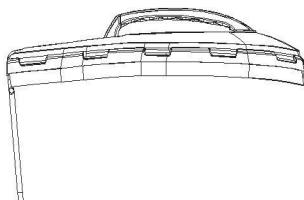
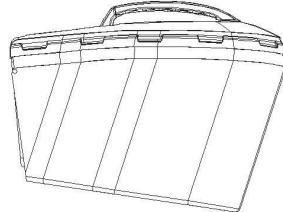

Abb. 3A
Abb. 3B
- Montage: Heben Sie die hintere Abdeckung an und hängen Sie den Grasfangsack hinten am Mäher ein. (Abb. 3A/Abb. 3B/Abb. 3C/Abb. 3A1/Abb. 3B1/Abb. 3C1)